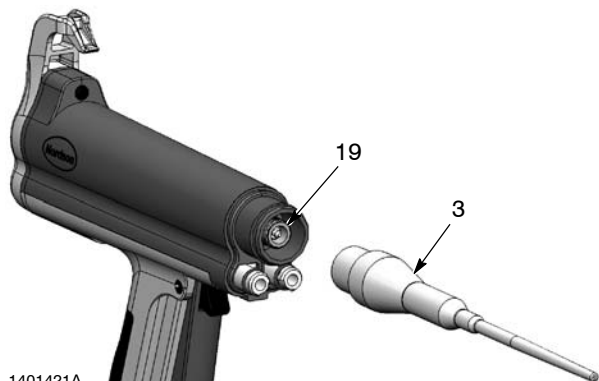

Fig. 16 Dépose du porte-résistance
4. Voir la figure 16. Dévisser le porte-résistance (3) du multiplicateur (19).
5. Voir la figure 16. Visser le porte-résistance sur le multiplicateur.
4. Voir la figure 16. Visser le porte-résistance sur le multiplicateur.